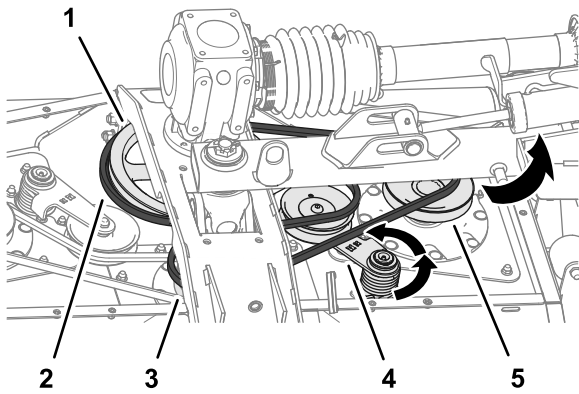

Bild 59
- Drehen Sie den Riemenspanner für den langen Riemen mit einer Brechstange oder ähnlichem Werkzeug gegen den Uhrzeigersinn und ziehen Sie den Riemen von der Spannscheibe ab (Bild 59).
3. Ziehen Sie den langen Riemen von der Antriebsscheibe sowie von der Riemenscheibe der mittleren und rechten Spindel ab (**Bild 59**).